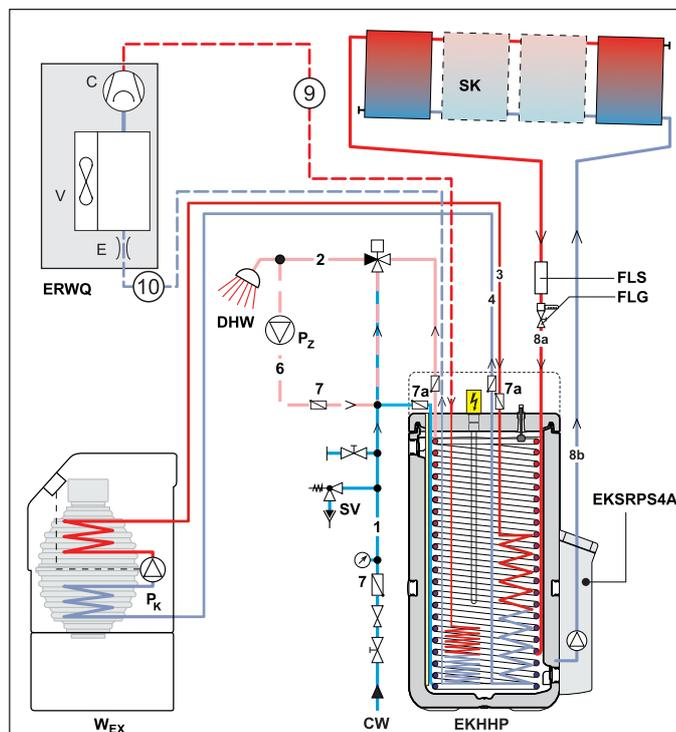

Fig. 4-5 Ligação hidráulica - legenda ver Tab. 4-2 (exemplo EKHHP500AA2V3 com solar e gerador de calor externo opcional)
- Estabelecer ligações hidráulicas na DAIKIN EKHP (ver Fig. 4-5).
Tab. 4-2 Legenda da Fig. 4-5
- Efectuar a ligação hidráulica ao sistema de acordo com a Fig. 4-5.